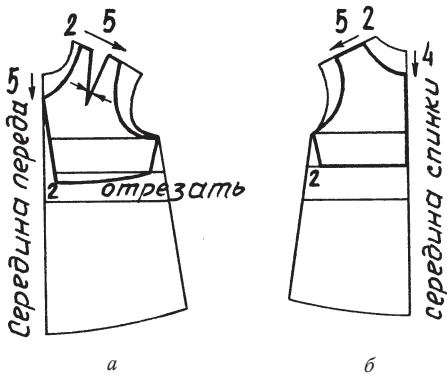

Рис. 170. Нанесение фасонных линий на основную выкройку платья: а — выкройка переда; б — выкройка спинки
*Перед.* Вниз от горловины сарафана по линии плеча отложите 2 см, а по середине переда — 5 см. После этого проведите линию горловины (рис. 170).